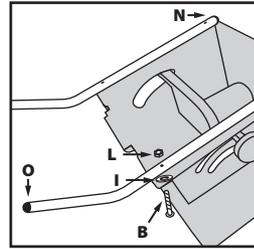

Fig. 3
- Collegare i due componenti al corpo principale dell'utensile usando gli elementi di fissaggio **B, I e L (Fig. 3)**.